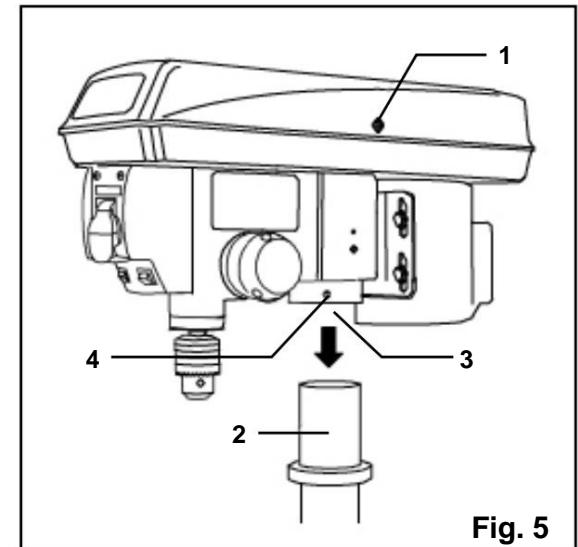

Fig. 5
BORRPRESSHUVUD TILL KOLONN (FIG. 5)
1. Lyft försiktigt upp borrpreshuvudet (fig. 5 - 1) och placera det över pelaren (fig. 5 - 2).
2. Placera monteringsöppningen (fig. 5 - 3) på borrpreshuvudet över toppen av kolonnen. Se till att borrpreshuvudet sitter ordentligt på pelaren.
4. Dra åt ställskruven (fig. 5 - 4) med den medföljande insexnyckeln.